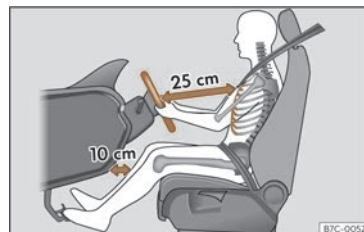

Fig. 17 La separació correcta entre el conductor i el volant ha de ser de 25 cm com a mínim (10 polzades).
- Ajusteu el volant de manera que quedi a una distància, d'almenys, 25 cm (10 polzades) de l'estern >>> **fig. 17** i el pugueu subjectar amb les dues mans pels costats, per la part exterior, amb els braços lleugerament flexionats.